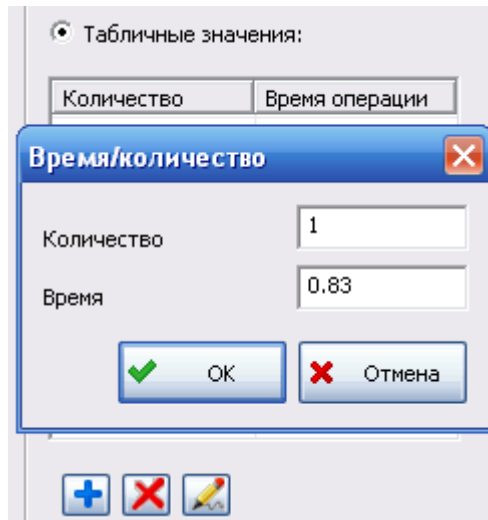

Рис. 4-8
- Для задания стандартного времени для нескольких объектов поставьте флаг **Табличные значения**. Для ввода значения в таблицу нажмите на кнопку  и в появившемся окне **Время/количество** введите количество объектов и стандартное время выполнения задачи для этого количества объектов (рис. 4-8).